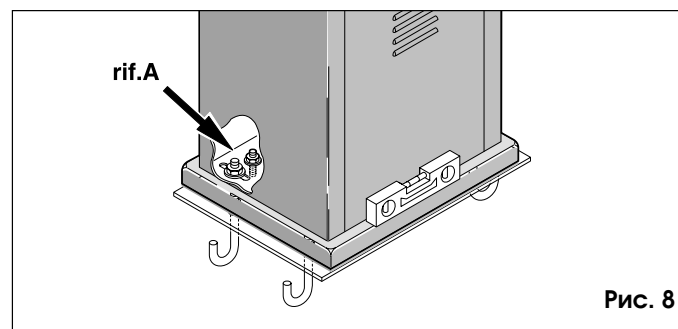

Рис. 8
- 2) Расположите регулировочные винты на основании электропривода, как показано на А, рис. 8.
После установки зубчатой рейки отрегулируйте положение электропривода относительно зубчатой рейки (рис. 12), регулируя установочные винты (А, рис. 8). Расстояние между шестерней и зубчатой рейкой должно быть примерно 4 мм, чтобы гарантировать правильное сцепление с шестерней.